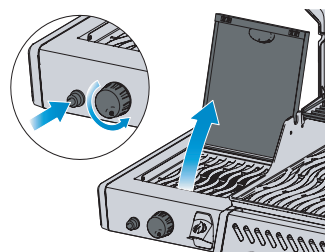

Рис. 3
4. Если горелка не зажигается, поверните ручку горелки в положение «Выкл.» по часовой стрелке и подождите 5 минут. Повторите шаг 2 и шаг 3. (Рис. 3)